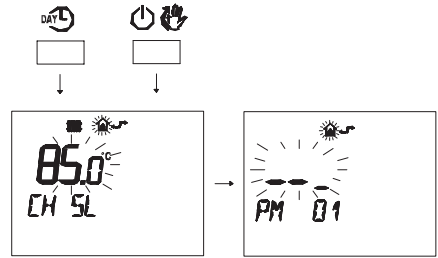

Figura 5.65
- Premere contemporaneamente i pulsanti  $\text{DAY}$  e  $\text{P}$  per entrare nella programmazione trasparente (Figura 5.65).